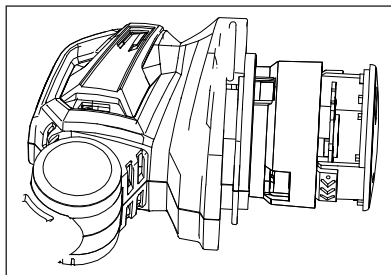

рис. 16
- Нажмите на два зажима на крышке катушки и установите её обратно на шпindel. Убедитесь, что оба зажима плотно фиксируют крышку на катушке (См. рис. 16).